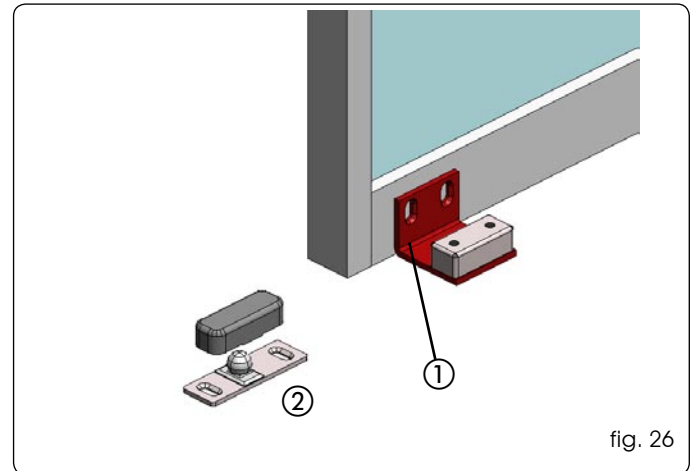

fig. 26
- Fissare i pattini come indicato in fig. 26 rif. ① utilizzando viti adeguate.
- Fissare direttamente il pattino a pavimento, come indicato in fig. 26 rif. ② utilizzando tasselli e viti adeguati.